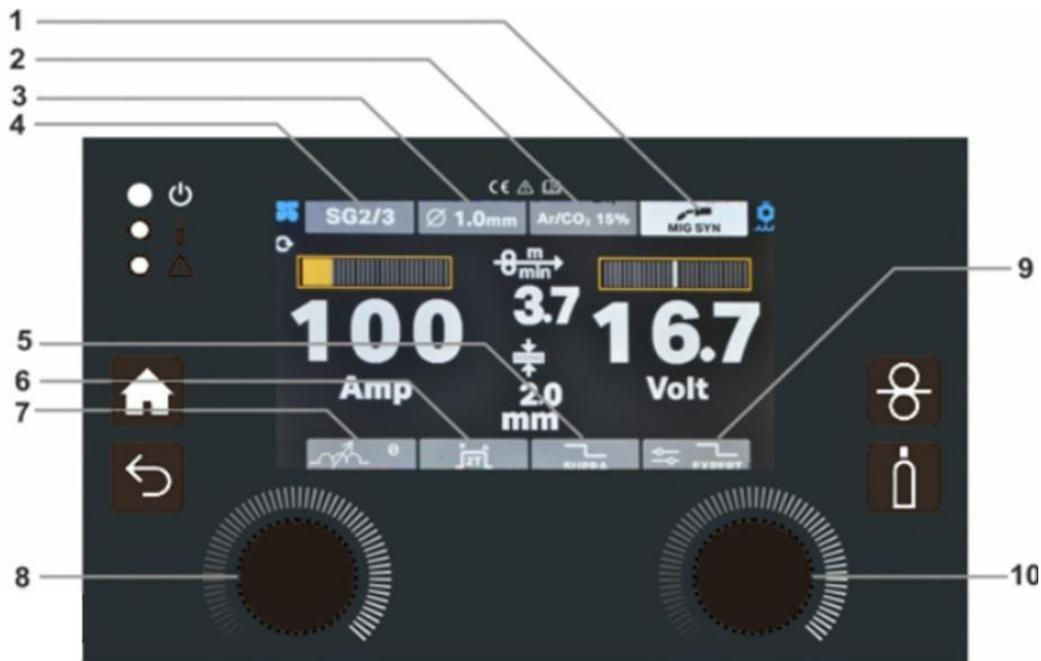
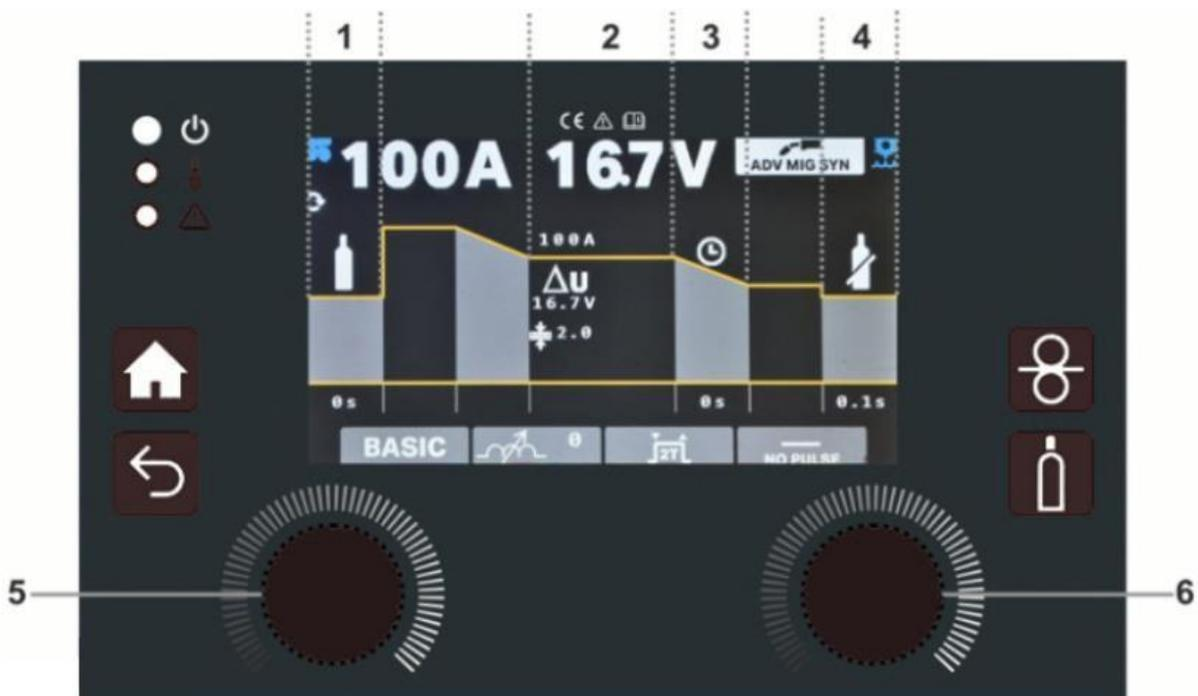

Fig. 5.
Fig. 6
Seleccione el modo de soldadura MIG/MAG SYN pulsando el encoder lateral derecho (10 - Fig. 5) en la opción de menú correspondiente. Ha entrado en el modo MIG SYN en el que puede visualizar el estado del modo respectivo (1 - Fig.1)
- Todos los elementos del menú se vuelven rojos cuando se hace clic en ellos para establecer su valor. Seleccione el material a soldar (elemento de menú 4 - Fig. 5), el diámetro del hilo (elemento de menú 3 - Fig. 5) y el tipo de gas (elemento de menú 2 - Fig. 5) con el encoder derecho (10 - Fig. 5) de acuerdo con las siguientes tablas de programas sinérgicos:
- Ajuste la inductancia (opción de menú 7 - Fig. 5) con el encoder lateral derecho (10 - Fig. 5): menos inductancia (arco más estrecho, más penetración) y más inductancia (arco más ancho, más relleno).
- Dentro del programa sinérgico, puede ajustar la corriente de soldadura con el encoder del lado izquierdo (8 - Fig. 5) y con el encoder del lado derecho (10 - Fig. 5) puede realizar un ajuste sinérgico fino.
- Puede elegir entre los modos de antorcha de soldadura 2T, 4T o SPOT con el encoder lateral derecho (10 - Fig. 5):
Modo de punto MIG/MAG - Cuando se selecciona indica que la máquina está en modo de soldadura por puntos MIG/MAG. Gire el encoder del lado derecho (10 - Fig. 5) para seleccionar el tiempo de SPOT en segundos. Inicie la soldadura por puntos pulsando el gatillo de la antorcha y continuando pulsado hasta el final del programa de soldadura MIG ajustado.
- Puede elegir entre soldadura de cortocircuito no pulsada y SUPRA (elemento de menú 5 - Fig. 5) con el encoder lateral derecho (10 - Fig. 5). SUPRA es un tipo de soldadura pulsada (una alternancia entre dos niveles de potencia) con modo de transferencia en cortocircuito (véase el capítulo 8.4 para más información).
Para entrar en ADV MIG SYN, gire el encoder derecho (Nr.10 - Fig. 5) hasta que el botón (nr.9 - Fig. 5) se vuelva amarillo. A continuación, pulse el botón del encoder derecho. Para seleccionar el MODO BÁSICO (en ADV MIG SYN), pulse el botón del encoder derecho (nº 6 - Fig. 6) hasta que un parámetro se vuelva amarillo. Gira el encoder derecho hasta que el botón BASIC/EXPERT se vuelva amarillo. Pulsa el botón derecho del encoder para que el botón BASIC/EXPERT se vuelva rojo. Gira el encoder derecho hasta que aparezca el modo BÁSICO.
Para entrar en ADV MIG SYN, gire el encoder derecho (Nr.10 - Fig. 5) hasta que el botón (nr.9 - Fig. 5) se vuelva amarillo. A continuación, pulse el botón del encoder derecho. Para seleccionar EXPERT MODE (en ADV MIG SYN), pulse el botón del encoder derecho (nº 10 - Fig. 8) hasta que un parámetro se vuelva amarillo. Gira el encoder derecho hasta que el botón BASIC/EXPERT se vuelva amarillo. Pulsa el botón derecho del encoder para que el botón BÁSICO/EXPERT se vuelva rojo. Gira el encoder derecho hasta que aparezca el modo BÁSICO.